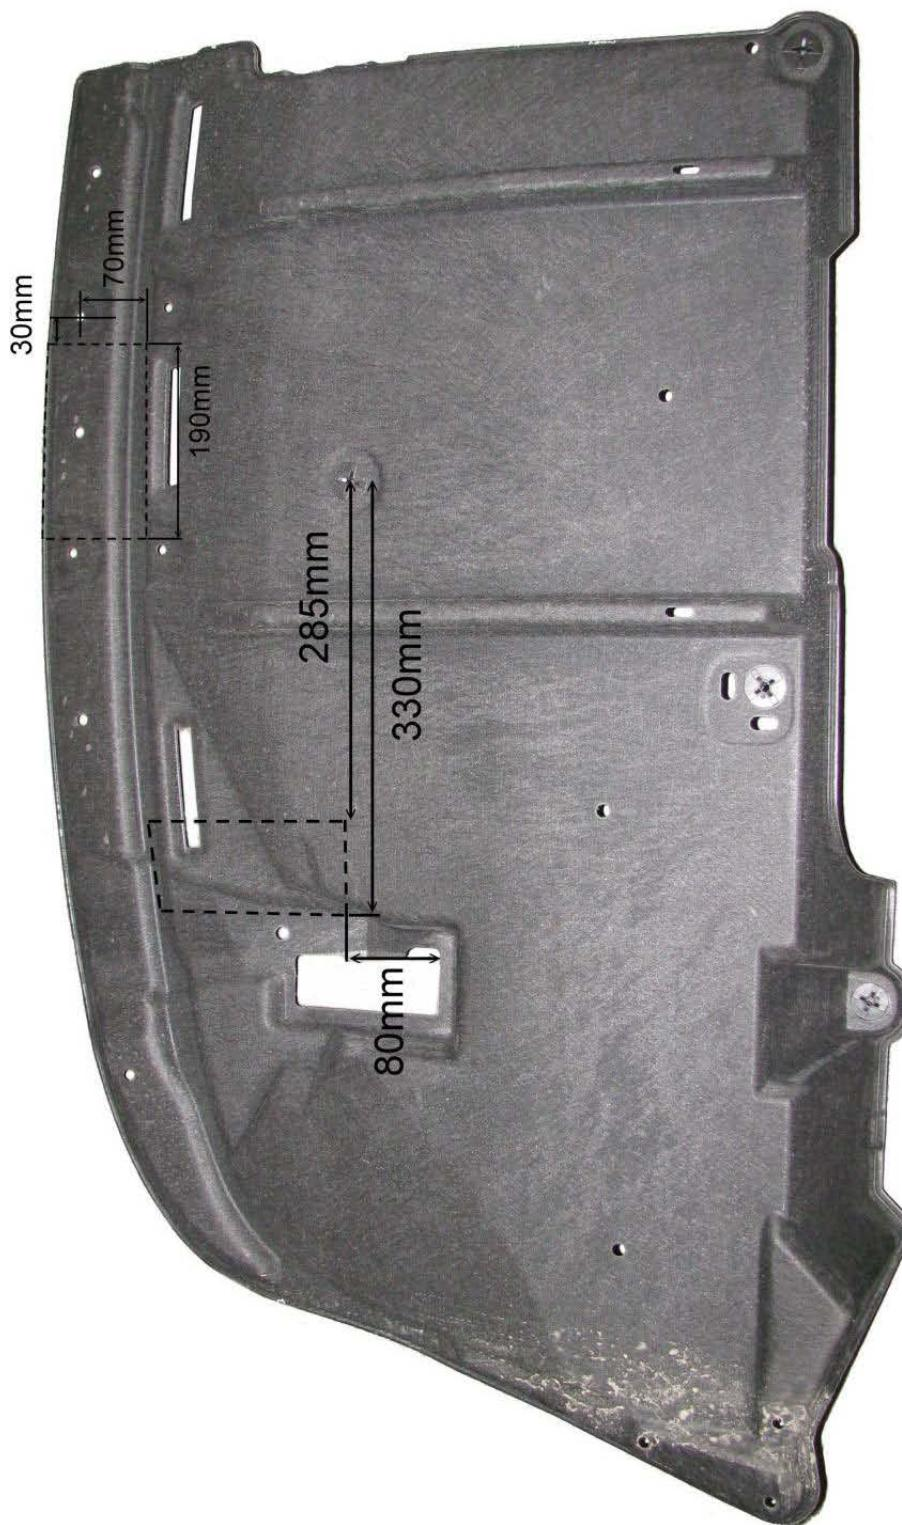

Fig. 1
2. Installer les plaque de montage (1) à gauche et (2) à droite avec (A) contre le côté inférieur de la poutre de châssis sur les forage prévus filetés, insérer les boulons sans serrer.
3. Installer l'attelage avec (B) entre les deux plaques de montage et insérer les boulons et bien visser le tout (cf. couples de serrage).
5. Faire une découpe dans la plaque de protection selon figure 1, remonter la plaque de protection et la plaque thermique sur le véhicule.
2. Die Montageplatten (1) links und (2) rechts mit den Punkten (A) gegen die Unterseite vom Chassisträger auf die vorhandenen Bohrungen setzen, die Bolzen einbringen und alles handfest verschrauben.
3. Die Anhängerkupplung mit den Punkten (B) zwischen die beiden Montageplatten setzen und die Bolzen einbringen und alles entsprechend der Drehmomentenvorgabe festziehen.
5. In der Abschirmplatte laut Abb. 1 einen Ausschnitt machen, die Abschirmplatte und das Wärmeschild am Fahrzeug wieder montieren.